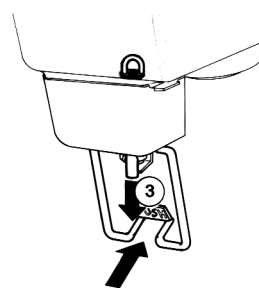

figura 12
- 3 - Tirare (3) lievemente verso il basso l'estremità del gommino rubinetto fino ad assestarlo completamente (vedere figura 12).